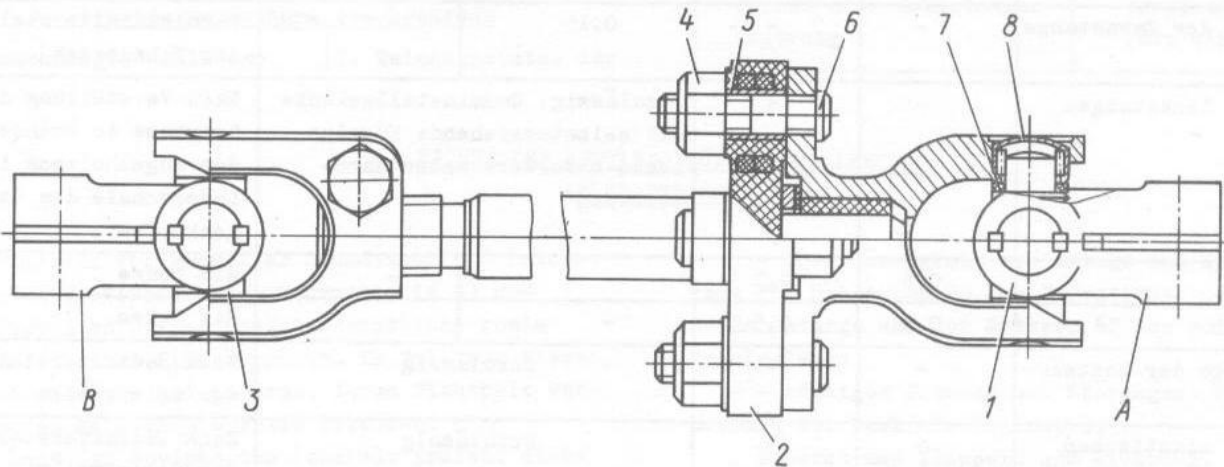

Bild 5-3. Gelenkwelle der Lenkung:
Gelenkwelle. Kardangelenke 1 und 3 (Bild 5-3) der Verbindung der elastischen Kupplung 2 mit der Welle auf Vorhandensein von Luft sowie den Zustand der Dichtringe 7 der Lager und der elastischen Kupplung prüfen.
- an Keilnutenende der Gelenkwelle das untere Kardangelenk 35 so anbringen, daß die beiderseiti-gige Winkeleinstellung der Gabeln der in Bild 5-3 ge-zeigten entspricht;